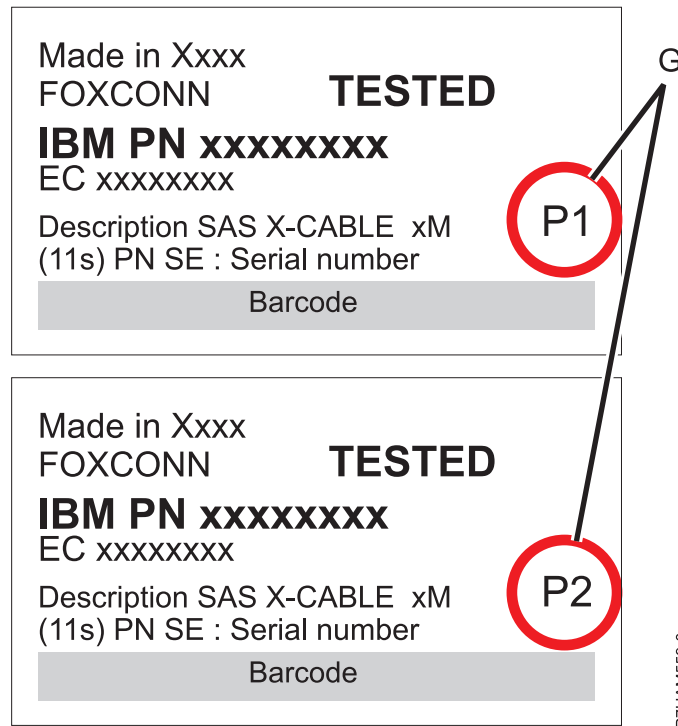

Figure 42. Etiquettes des câbles d'adaptateur SAS avec les identificateurs P1 et P2
- Le câble qui se branche sur l'adaptateur SAS indépendant 1 (C) comporte une étiquette avec l'identificateur P1 (G), comme illustré à la figure 42, à la page 76. Cet adaptateur n'accède à aucun autre adaptateur indépendant et accède uniquement aux baies d'unité D1 à D6.
- Le câble qui se branche sur l'adaptateur SAS indépendant 2 (D) comporte une étiquette avec l'identificateur P2 (G), comme illustré à la figure 42, à la page 76. Cet adaptateur n'accède à aucun autre adaptateur indépendant et accède uniquement aux baies d'unité D7 à D12.
- Le câble qui se branche sur l'adaptateur SAS indépendant 3 (E) comporte une étiquette avec l'identificateur P1 (G), comme illustré à la figure 42, à la page 76. Cet adaptateur n'accède à aucun autre adaptateur indépendant et accède uniquement aux baies d'unité D13 à D18.
- Le câble qui se branche sur l'adaptateur SAS indépendant 4 (F) comporte une étiquette avec l'identificateur P2 (G), comme illustré à la figure 42, à la page 76. Cet adaptateur n'accède à aucun autre adaptateur indépendant et accède uniquement aux baies d'unité D19 à D24.